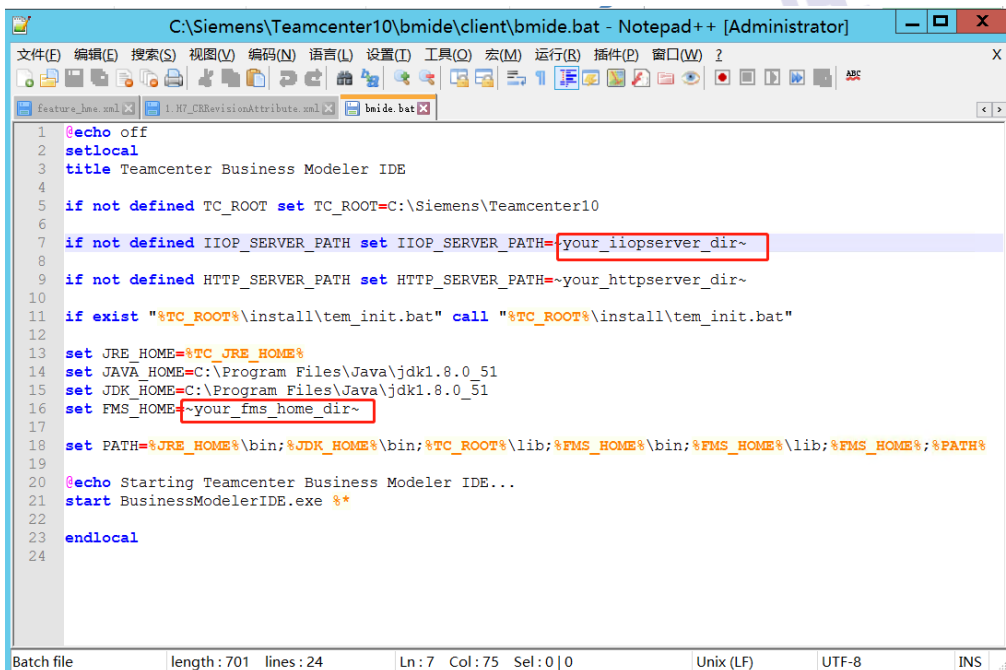
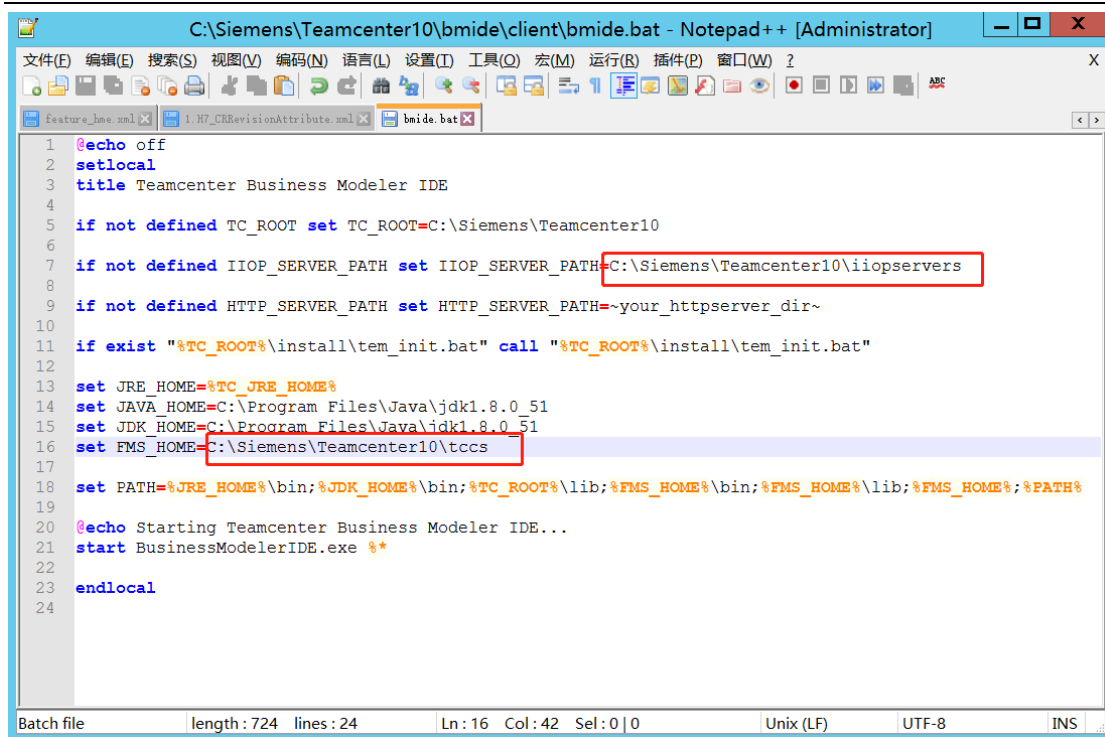

图 5
图 6
4.修改 BMIDE.bat 文件，将下图 5 中的路径修改为图 6 的路径